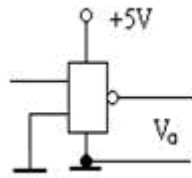

图 9-2 输出高电平测试
- 按输出高电平测试电路图 9-2 要求连接好电路，进行输出高电平的测试；